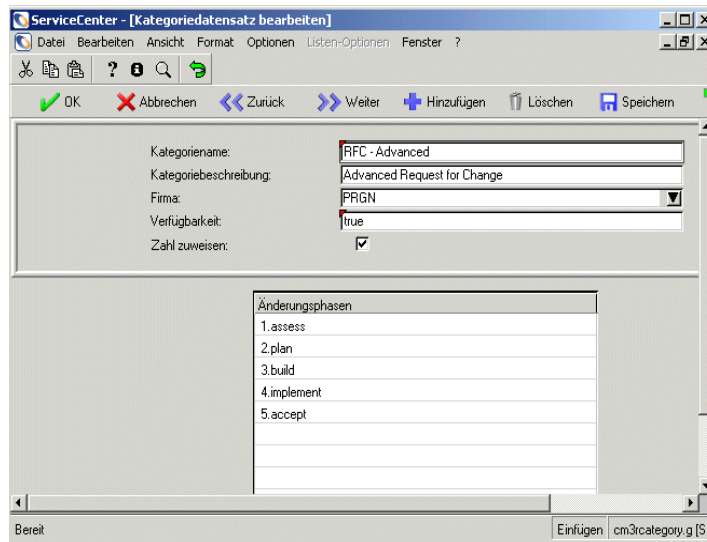

Abbildung 10-25: Über den Kategoriedatensatz auf Phasen zugreifen
- 5 Wählen Sie eine Änderungskategorie in der QBE-Liste der Datensätze aus. Abbildung 10-25 auf Seite 429 zeigt den ausgewählten Änderungskategorie-Datensatz.
- 5 Wählen Sie einen Änderungskategorie-Datensatz aus der QBE-Liste. Der ausgewählte Änderungskategorie-Datensatz wird angezeigt (siehe Abbildung 10-25 auf Seite 429).